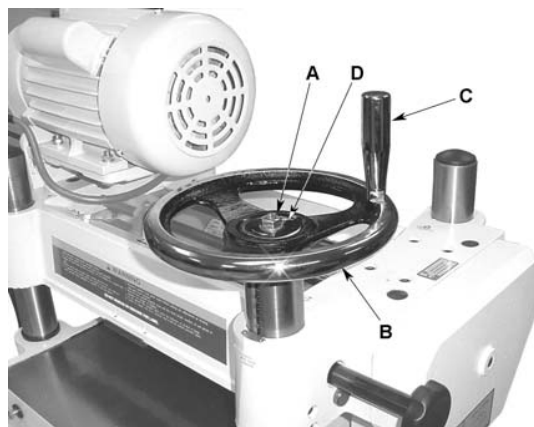

Рис. 4
2. Установите маховик (В, рис. 4) на вал таким образом, чтобы маховик сел на шпонку.
3. Освободите клейкий слой наклейки-указателя направления, которая поставляется в пакете с крепежом. Наклейте наклейку на вал и прижмите к маховику (D, Рис. 4).
5. Установите ручку «С» в резьбовое отверстие маховика (С, рис. 4), затяните ее ключом над плоским промежутком (12 мм) на ручке.